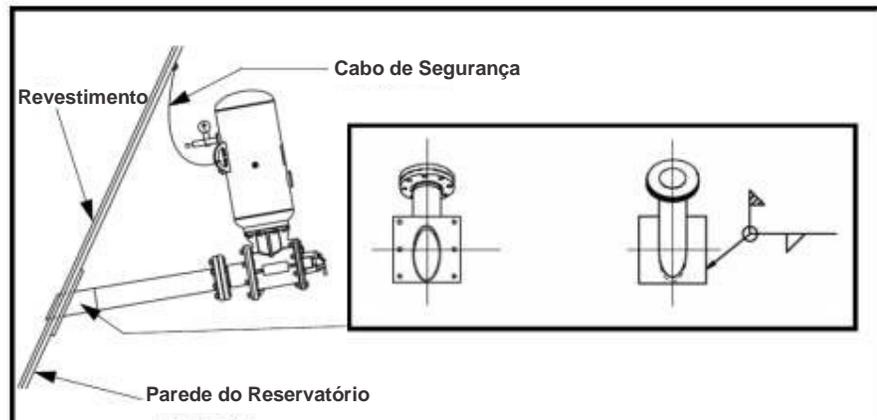

Figura 5. Instalação em reservatórios com revestimento
c. Se o reservatório tiver um revestimento (figura 5), o tubo deverá passar através das duas camadas, evitando danos no canhão de ar.